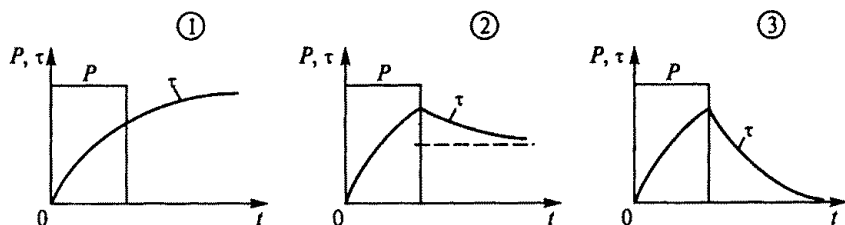

Рис. 256
11.13. Какой из трех графиков на рис. 256 соответствует кратковременному режиму работы двигателя?